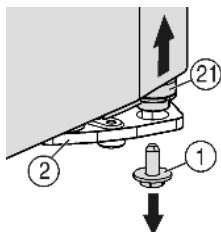

Fig. 4
- Unten rechts am Lagerbock die Sicherungsschraube Fig. 4 (1) herausdrehen.
- Der Lagerbolzen Fig. 4 (21) löst sich aus dem Lagerbock Fig. 4 (2).
- Falls sich der Lagerbolzen Fig. 4 (21) nicht löst, den Bolzen von unten herausdrücken.
- Sicherungsschraube *Fig. 4 (1)* unten in den Lagerbolzen eindrehen und festziehen (**mit 4 Nm**).